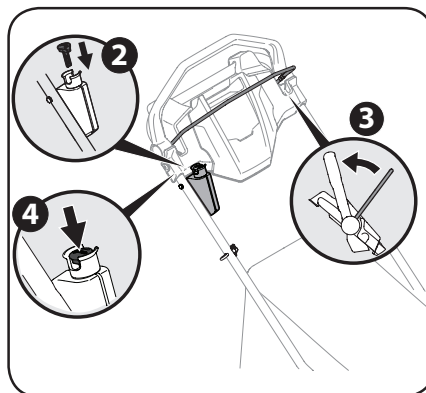

Figura 3-4
3. Colóquese detrás de la cortadora, tire del control de la cuchilla hacia atrás contra el control de transmisión. Consulte la Figura 3-4.
4. Empuje el botón del arrancador eléctrico para que arranque el motor. Consulte la Figura 3-4.